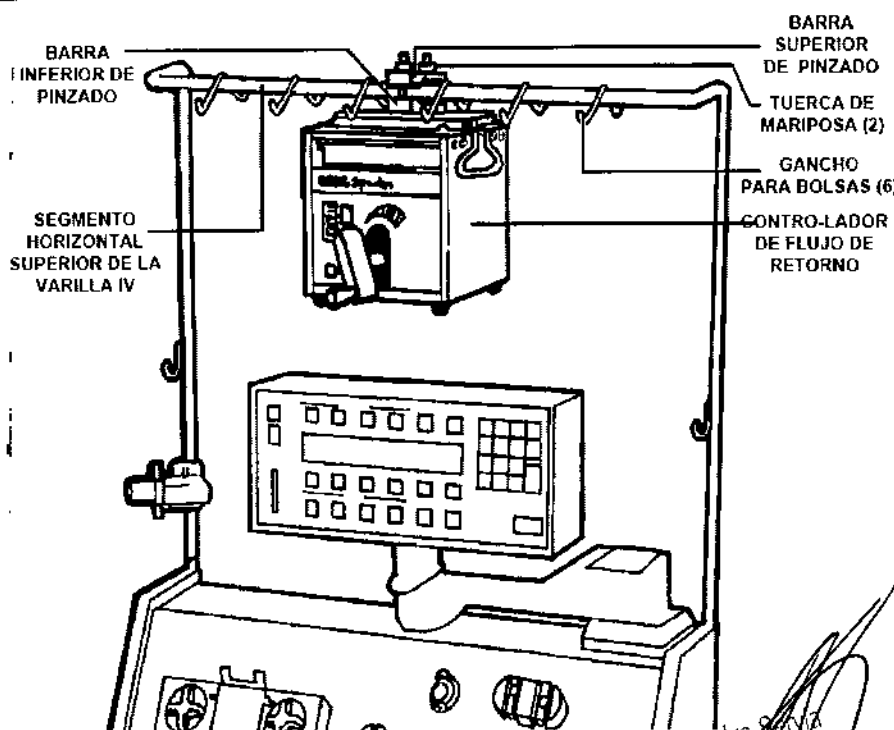

Figura 2-3. Instalación del controlador de flujo de retorno en el segmento horizontal de la varilla IV.
1. Destornille las dos tuercas de mariposa (figura 2-3) hasta que la barra ranurada superior de pinzado dé un cuarto de vuelta, dejando espacio libre para la varilla IV.
3. Coloque el asiento en V de la barra inferior de pinzado (figura 2-3) contra el extremo inferior de la varilla IV.